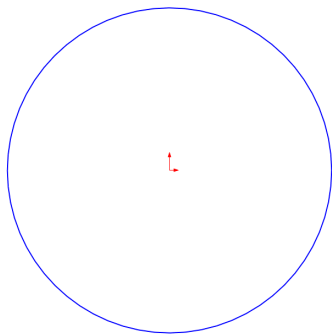

图 14-18 绘制圆对象
(2) 在【草图】选项卡中，单击【草图绘制】按钮，选取前视基准面为草图绘制基准面，单击【圆】按钮，绘制半径 100 的圆对象，如图 14-18 所示。